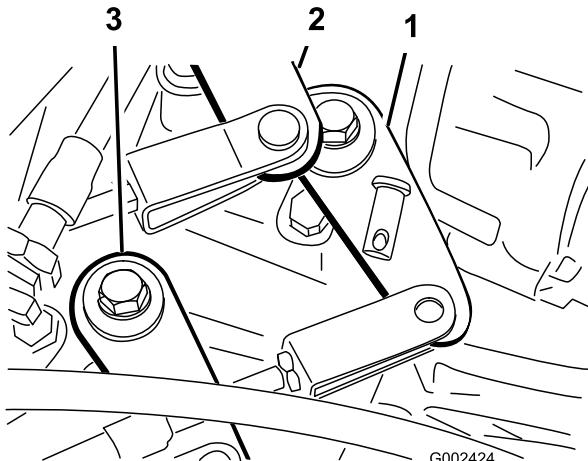

Figura 55
2. Retire los pasadores de horquilla que fijan los cables del cambio de marchas a los brazos de cambio del transeje (Figura 55).
1. Retire el pasador de horquilla que sujeta el cable de Alto-Bajo al transeje (Figura 55).